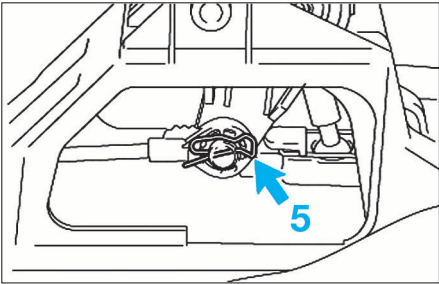

FIG. 10
- Déposer l'agrafe (5) et débrancher le câble de commande de sélection (fig. 10).
À la repose, respecter les points suivants (fig. 10) :